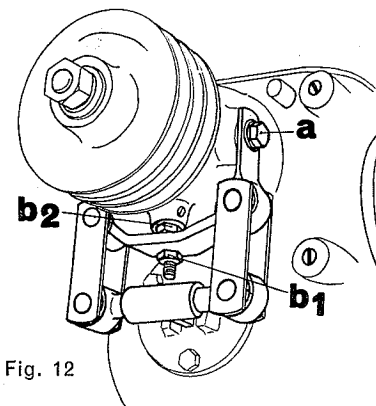

Fig. 12
12. Nachspannen der Keilriemen (Fig. 12 und 13, Seite 15)
12. Ritendere le cinghie trapezoidali (Fig. 12 e 13, pagina 15)